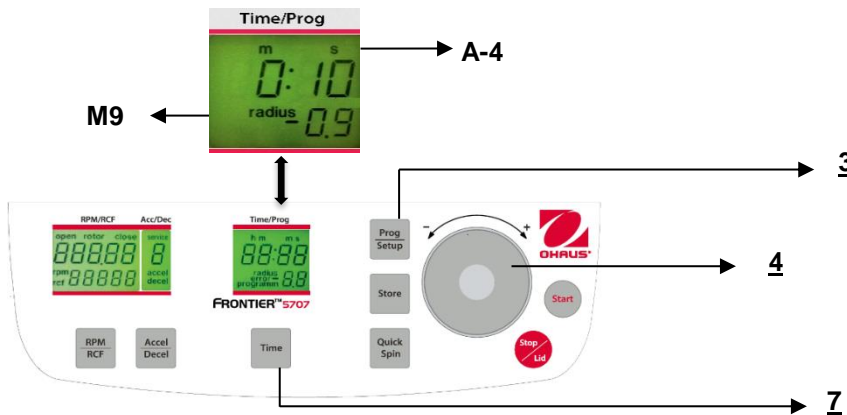

Figure. 19
Fermer le couvercle et maintenir ensuite appuyées les touches **"Time"** (7) (voir la figure 19) et **"Prog/Setup"** (3).